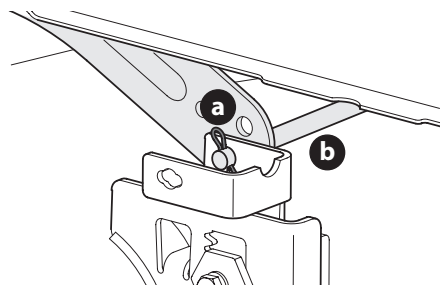

Figura 27
5. Mirando la plataforma de corte desde el lado izquierdo del tractor, ubique el pasador de chaveta (a) que sujeta la varilla de soporte de la plataforma (b) del lado posterior izquierdo de la plataforma (Figura 27). Extraiga el pasador de chaveta (a) que sujeta la varilla de soporte de la plataforma (b), y con cuidado saque el soporte de la plataforma del brazo de elevación de la plataforma.